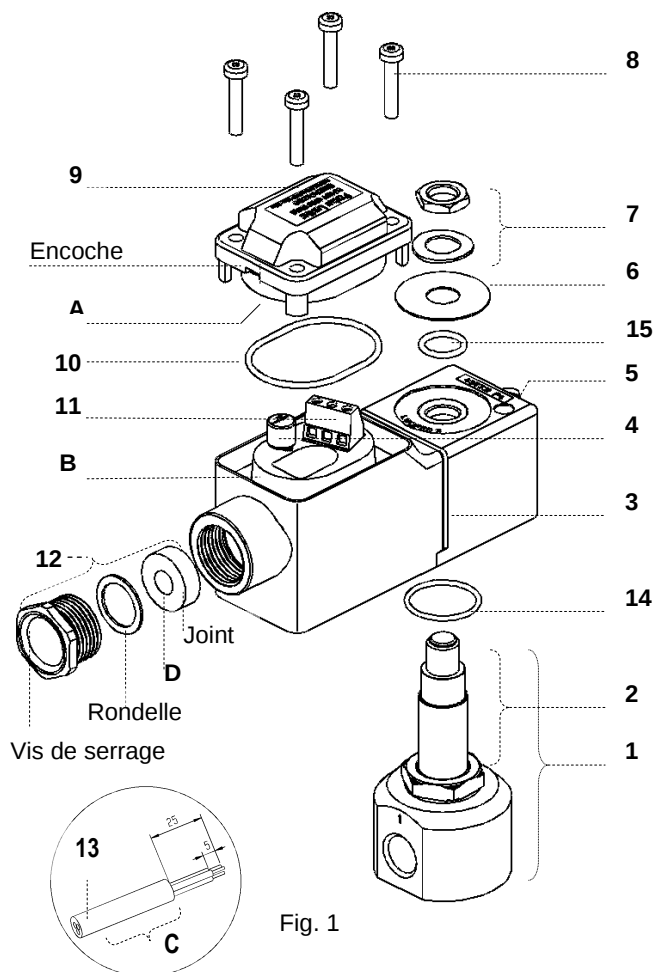

Fig. 1
5. Montage et démontage (Se référer à la Fig.1)